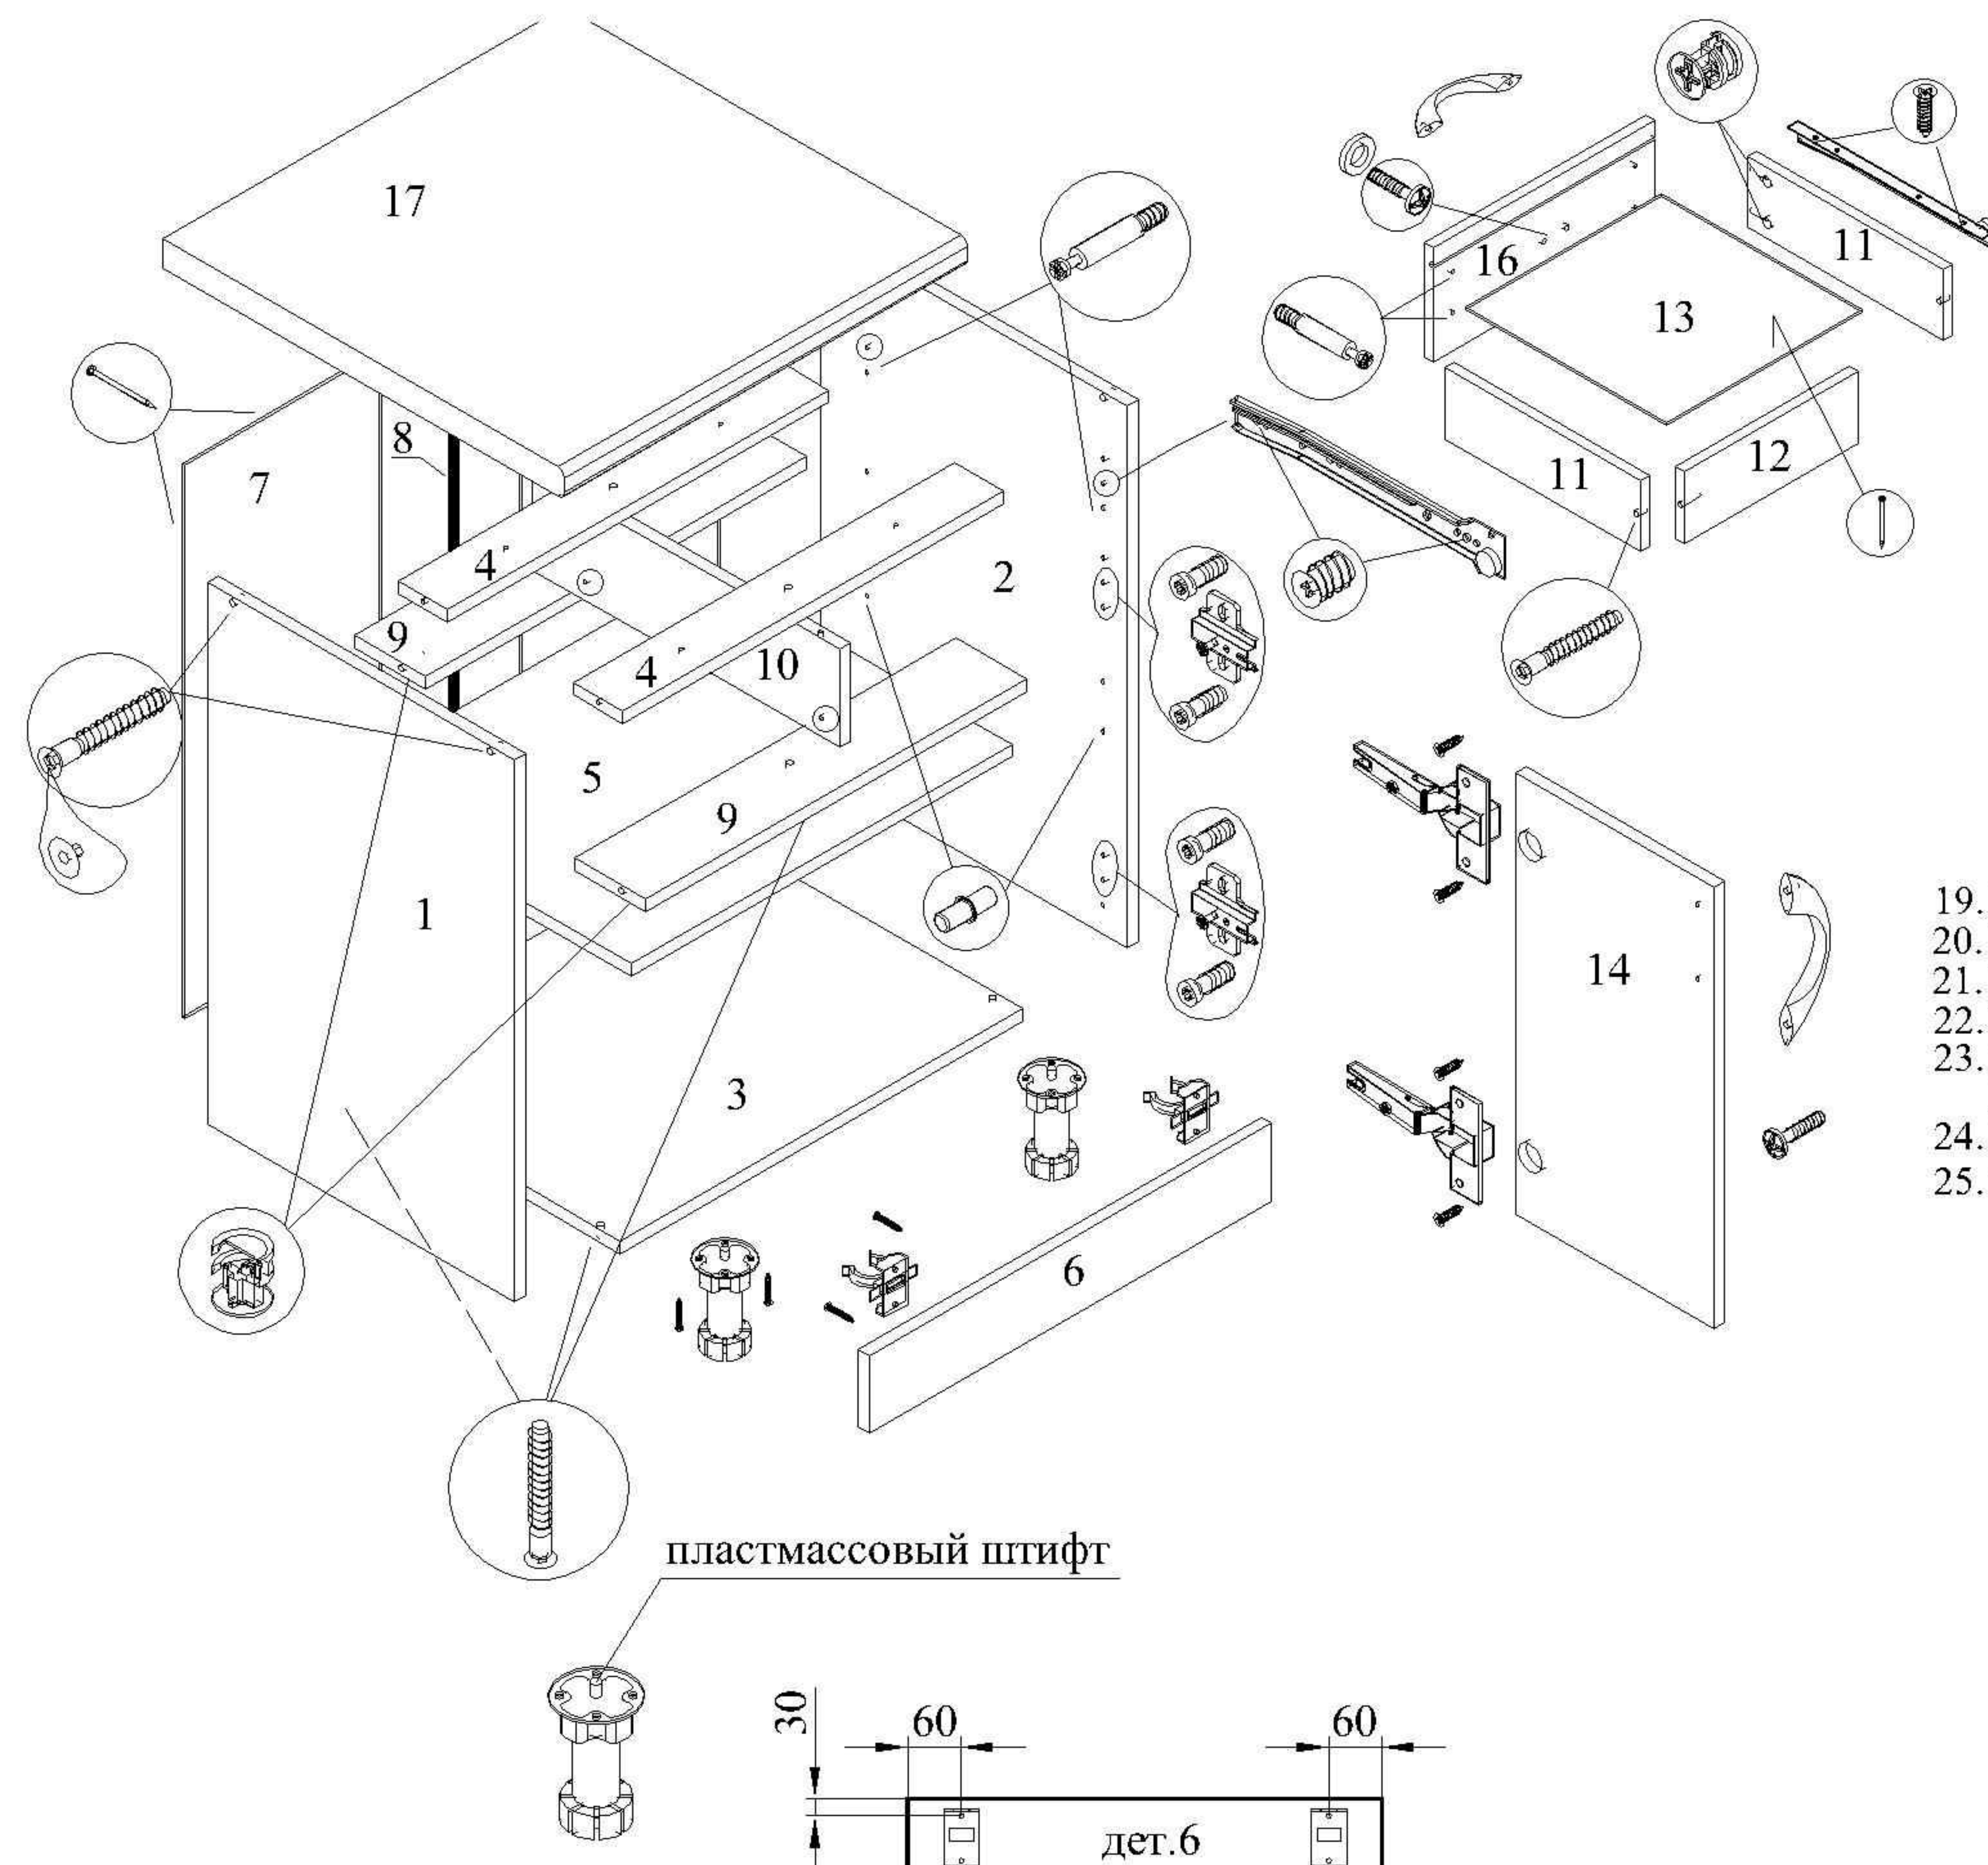

Рис.1
- Крепить клипсы к дет.6 с помощью шурупов 3.5x16. Места крепления указаны на рис.1.